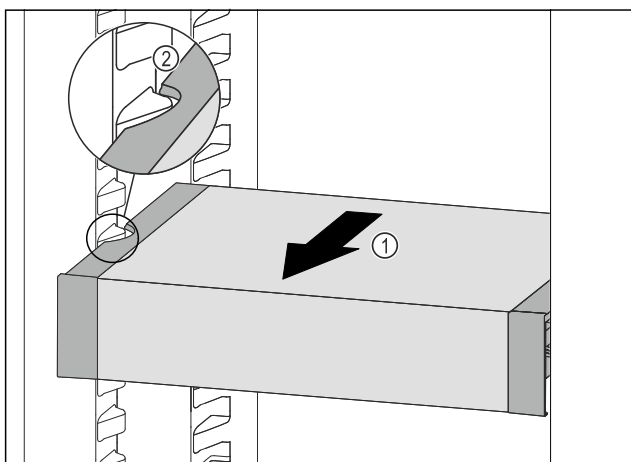

Fig. 205
- ▶ Táhněte VarioSafe dopředu Fig. 205 (1), dokud nebudou boční vybrání VarioSafe na úrovni žebrování na nádoby v chladničce. Fig. 205 (2)